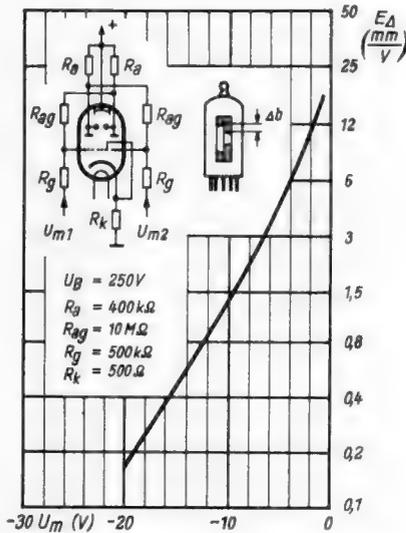

Bild 8. $E =$ Differenzanzeigempfindlichkeit der EMM 801
2. Um den Steuerbereich der Röhre und insbesondere die Anzeigempfindlichkeit für Spannungsdifferenzen zu steigern, wurde die spezielle Schaltung Bild 8 entwickelt. Sie zeichnet sich dadurch aus, daß über die Widerstände R_{ag} jeweils die Anode des einen Systems mit dem Gitter des anderen gekoppelt ist. Tastet man jetzt z. B. das linke System auf, indem man die Spannung U_{m1} von -9 V auf $+8$ V ändert, dann wird infolge des höheren Anodenstromes die Anode a_1 negativ und damit auch über R_{ag} das Gitter g_{11} . Während also die Schattenlänge des linken Systems größer wird, verringert sich gleichzeitig die des rechten Systems, ohne daß die eigentliche Steuerung an diesem System sich zu ändern braucht. Die Differenz zwischen den Schat-